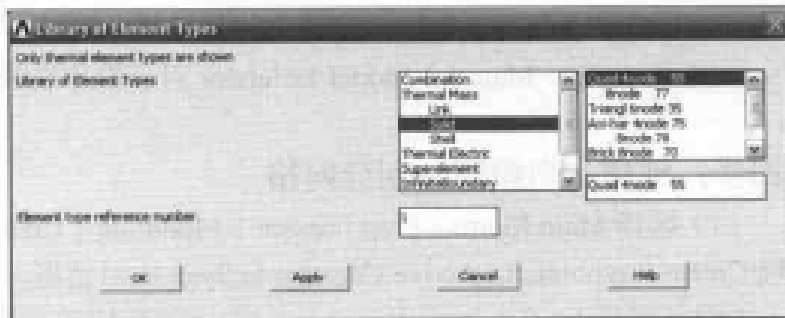

图 9-6 单元类型列表对话框
(2) 在 Library of Element Types 两个列表框中分别选择 Thermal Solid 和 Quad 4node 55 选项, 在 Element type reference number 文本框中输入 1, 如图 9-6 所示, 单击 OK 按钮, 关闭该对话框。